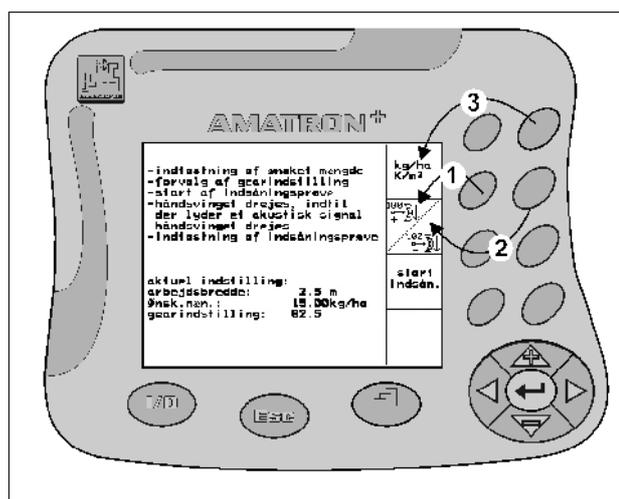

Fig. 9
- hører venstre taste til funktionsgruppen øverst til venstre (Fig. 9/1).
- hører højre taste til funktionsgruppen nederst til højre (Fig. 9/2).
Vises kvadratiske symboler i displayet, hører kun højre taste til funktionsgruppen (Fig. 9/3).